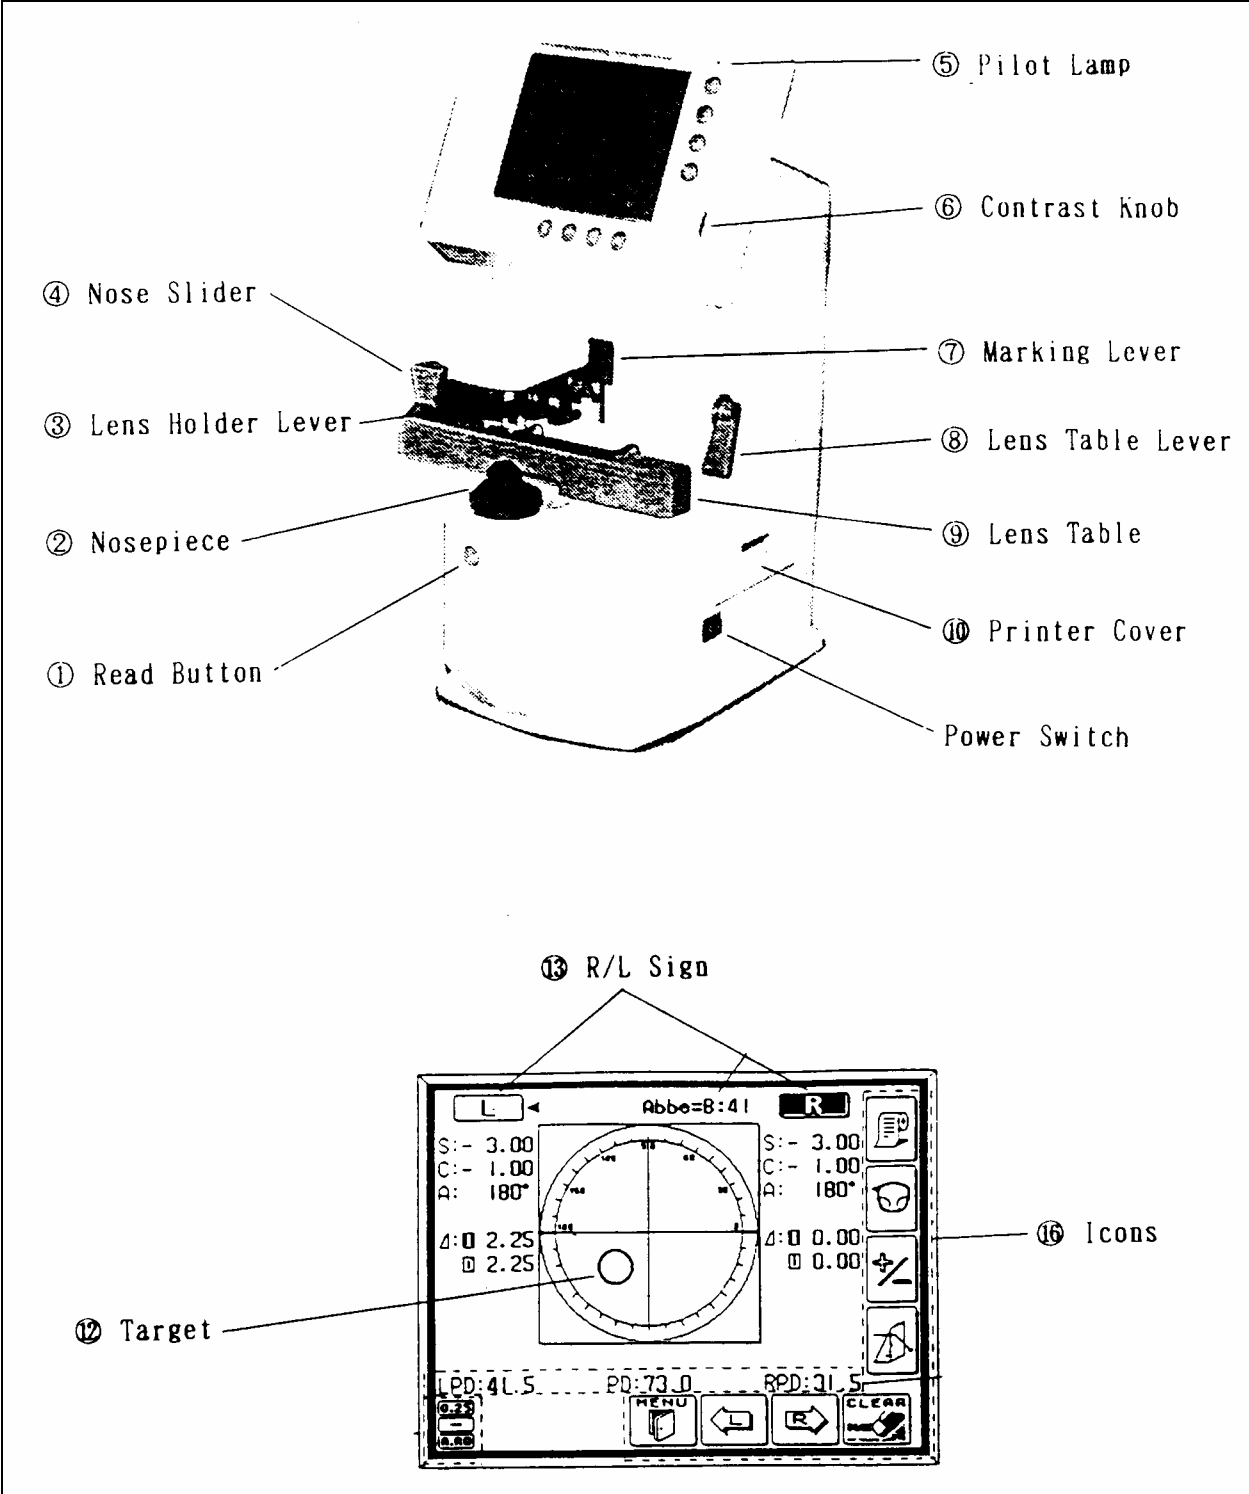

Figure 2-1. Nidek Lensmeter LM 990-A
- Nidek Lensmeter LM-990A (Figure 2-1)